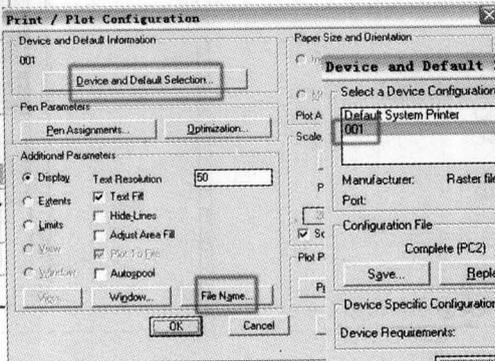
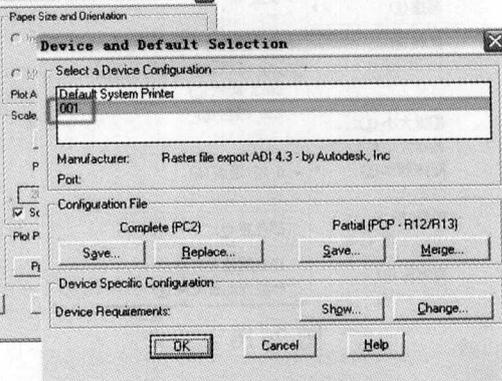

图 2-12
图 2-13
(10) 在弹出的如图 2-12 所示的“Print/Plot Configuration”对话框中, 选中“Plot To File”复选框, 然后单击“Device and Default Selection”按钮, 会弹出如图 2-13 所示的“Device and Default Selection”对话框, 在该对话框中选择名为“001”的打印机, 确定后单击“OK”按钮退出该对话框, 回到如图 2-13 所示的“Print/Plot Configuration”对话框中。